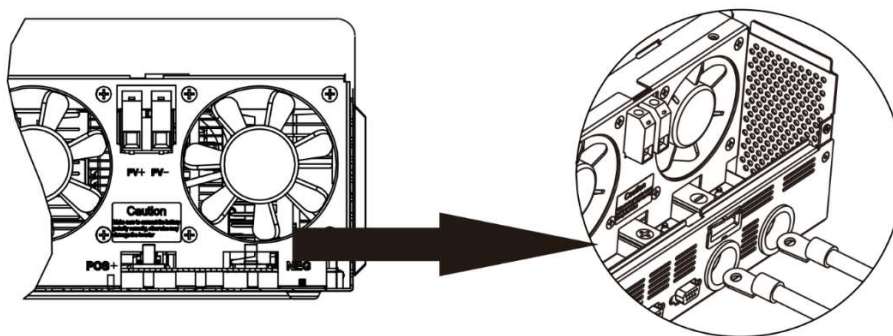

Fig. 6: Conexión de la batería
- Retire las tuercas preinstaladas de los pernos del terminal de la batería. Inserte el terminal de anillo de los cables de la batería a través de los orificios de la carcasa (conector de cable para los modelos de 120 VCA) y colóquelo en el terminal de la batería correspondiente (**Fig. 6**). Atornille las tuercas previamente retiradas con un par de apriete de 2 ~ 3 Nm (1.5 ~ 2.2 lbf-ft). Asegúrese de que los terminales de anillo se sientan al ras de los conectores.